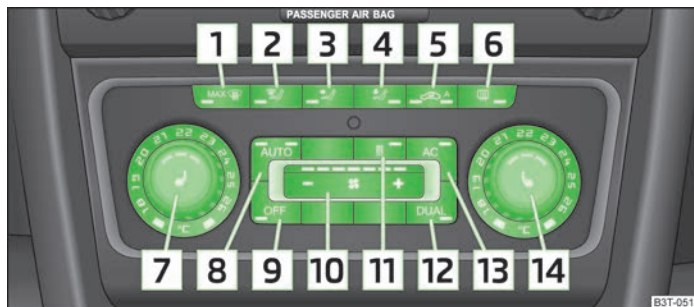

Fig. 109 Climatronic: Elementos de mando
- **AC** **13** » fig. 109 de la página 100 conectado.
- Pulsar la tecla **AUTO** **8** » fig. 109 de la página 100.
- Pulsar la tecla **8** » fig. 109 de la página 100. En la esquina superior derecha o izquierda se enciende un testigo, siempre en función del último servicio seleccionado.
- Pulsar la tecla » fig. 109 de la página 100. Se encenderá el testigo de control en la tecla.
- Después de conectar el encendido, se puede ajustar la temperatura para ambos lados con el regulador giratorio » fig. 109 de la página 100.
Cuando el testigo en la tecla » fig. 109 de la página 100 se enciende, no se puede ajustar por medio del regulador giratorio la temperatura para ambos lados. Esta función se restaura pulsando la tecla . Se apagará el testigo de control en la tecla.
- Pulsar repetidamente la tecla  [5] » fig. 109 de la página 100 hasta que se encienda el testigo del lado izquierdo de la tecla.
- Si se empaña el parabrisas, pulsar la tecla  [1] » fig. 109 de la página 100. Cuando el parabrisas se haya desempañado, pulsar la tecla .
- Pulsar de nuevo la tecla  [10] » fig. 109 de la página 100 en el lado izquierdo (reducir el número de giro del ventilador) o bien en el lado derecho (aumentar el número de giro del ventilador).
- Pulsar la tecla  [1] » fig. 109 de la página 100.
- Pulsar la tecla  [11] » fig. 109 de la página 100.